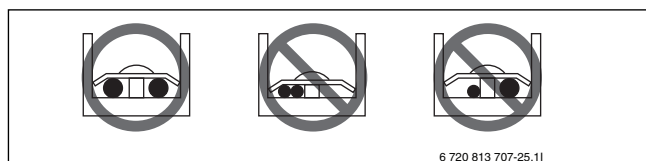

Рис. 30
- ▶ При подключении кабелей одинаковой толщины см. изображение (→ рис. 30).